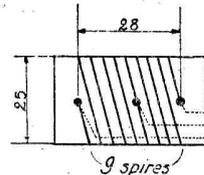

FIG. 3.
**Réalisation du bobinage O. C.** — Le tube de carton bakéllisé est percé de deux trous avec une grosse aiguille, à 28 mm. de distance (fig. 3). Neuf spires de fil nu 10/10e étamé sont à espacer régulièrement sur ces 28 mm. Les deux extrémités iront rejoindre, par l'intérieur du tube, une broche « A » et la broche « C » du support. Entre la quatrième et la cinquième spire, comptées à partir de C, une prise sera faite par fil soudé, ce fil allant rejoindre une broche « B ».